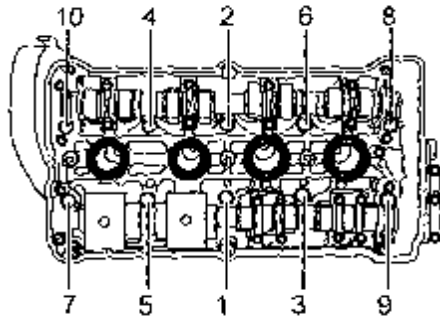

图 2-59 缸盖螺栓拧紧顺序
②将气缸盖安放就位，插入气缸盖螺栓，用手拧紧。按如图 2-59 的顺序，分两步拧紧气缸盖螺栓，第 1 次为 $60\text{N}\cdot\text{m}$ ；第 2 次用刚性扳手再拧 $1/2$ 圈（允许分两次拧 $1/2$ 圈）。
③安装正时带（调整配气正时）。安装气缸盖罩、多楔带及张紧装置。
④调整节气门拉索，将新鲜冷却液加入冷却系统。连接蓄电池后，输入收音机防盗密码。用电动开关完全关闭前门电动门窗，沿关闭方向，操作所有电动门窗开关（至少 1s），启动单触功能。调整时钟，进行节气门控制单元的匹配，查询及清除故障存储器内的故障码。